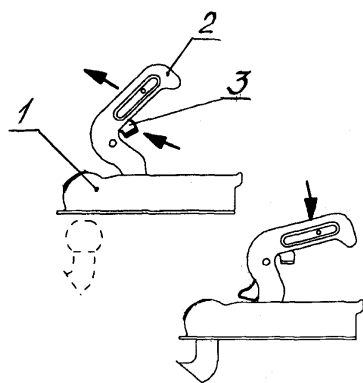

Рис. 13
- подтяните прицеп так, чтобы центр сферической полости корпуса 1 сцепной головки (рисунок 13) совместился с центром шара тягово-сцепного устройства (ТСУ) автомобиля;
сцепной головки (рисунок 13) совместился с центром шара тягово-сцепного устройства (ТСУ) автомобиля; нажмите на рычаг фиксатора 3 и подайте рычаг 2 вперед и вверх (положение открыто);